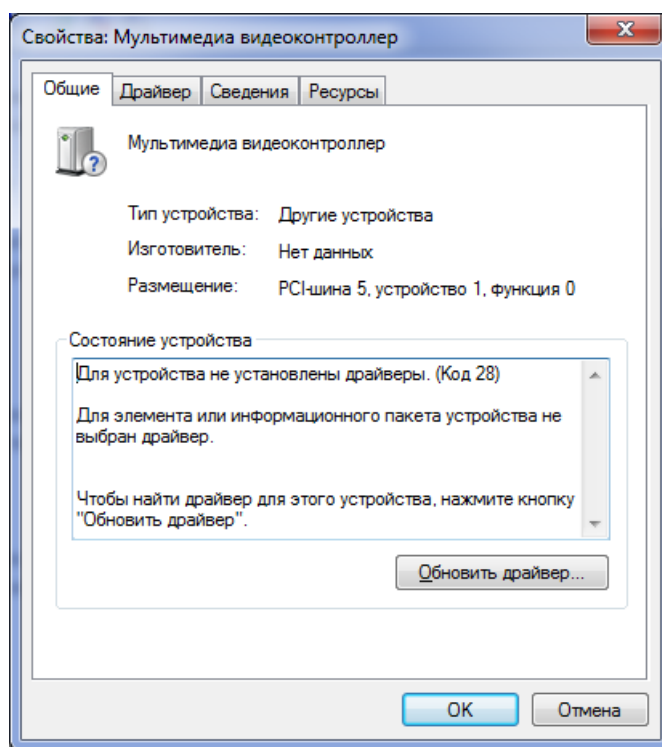
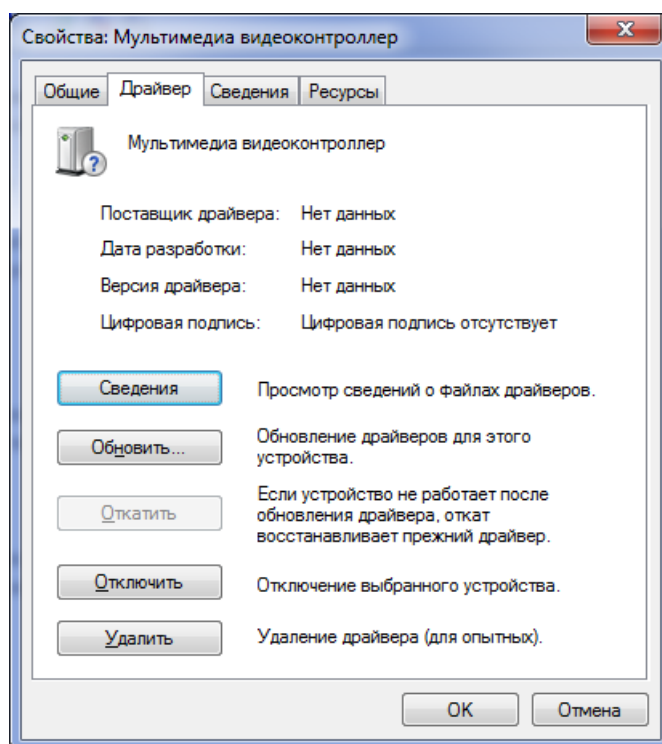

Рис.9. Вид окна "Свойства" закладка "Общие"
Рис.10. Вид окна "Свойства" закладка "Драйвер"
3.3.4 Найдите в *дереве устройств* ветвь «Другие устройства», помеченную вопросительным знаком. Выберите устройство «Мультимедиа видеоконтроллер» и двойным кликом левой кнопки мыши по нему, откройте окно «Свойства», рис.9. Выберите закладку «Драйвер» и нажмите кнопку «Обновить», рис.10.